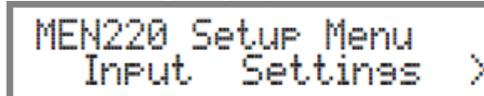

Рисунок 11
2. Нажмите кнопку MENU для входа в Режим Установок. Смотрите рисунок 11.